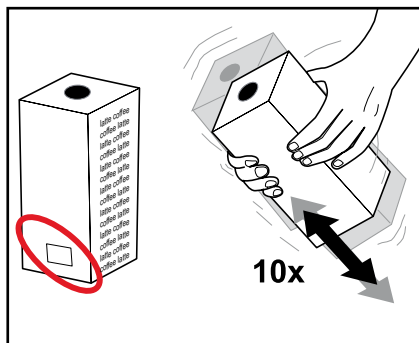

Fig. 18
Leggere le informazioni riportate sul pacchetto del prodotto. Non utilizzare più i pacchetti del prodotto danneggiati. Non utilizzare più le pacchetti di prodotto scadute secondo la data di scadenza sull'etichetta (fig. 18).
3. Agitare il pacchetto del prodotto almeno 10 volte (fig. 18).